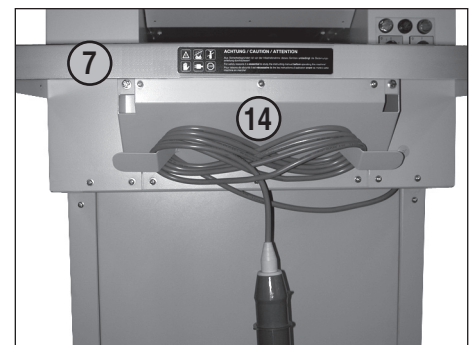

fig. 6
- 14 = Dispositivo de fixação do cabo (fig. 6)
ENROLAMENTO DA LINHA DE ENTRADA (fig. 6):